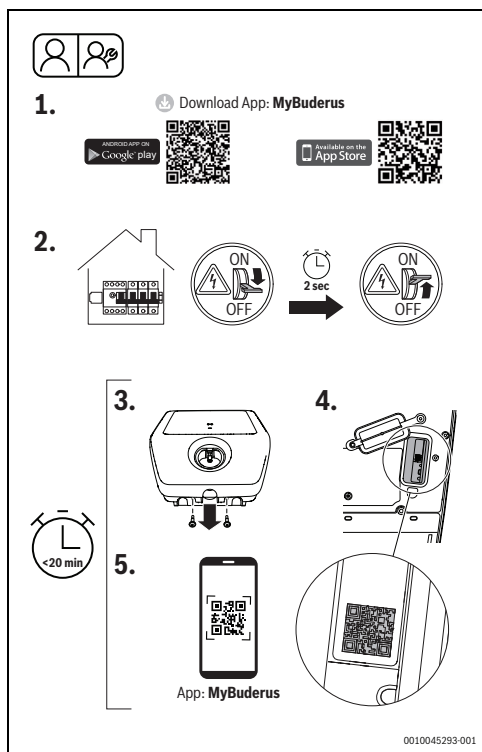

Fig. 163 MyBuderus
- ▶ Opriti Logavolt de pe tabloul de distribuție de la alimentarea cu energie electrică și, după aproximativ două secunde, porniți-l, pagina din nou (Fig. 163, pagina 161, pasul [2]).
- ▶ Desfaceți cele două șuruburi de pe capacul frontal (Fig. 163, pasul [3])